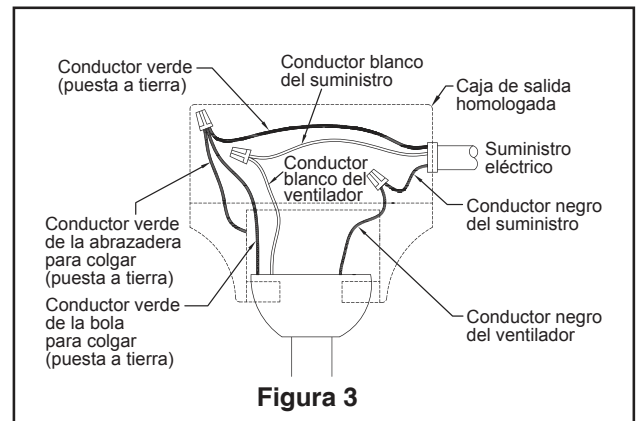

Figura 3
Uso del soporte (Figura 3)
3. Afloje los dos tornillos de fijación del soporte del barral. Introduzca los cables de color negro y blanco de soporte para techo a través de la varilla. (Figura 3)
1. Fije bien la abrazadera para colgar a la caja de salida (no se incluye) con los tornillos y las arandelas provistas con la caja de salida. (Figura 3)
2. Una vez realizadas las conexiones, gire los conductores hacia arriba y, con cuidado, colóquelos dentro de la caja de salida; con los conductores blancos y verdes hacia un lado y los conductores negros hacia el otro. (Figura 3)
- 3.** Para que el ventilador sea funcional, instale las pilas (incluidas) de 23A/12V en el transmisor del mando a distancia. Mientras el ventilador esté apagado. A continuación, siga el proceso de fijación remota de código. Si no se utiliza el ventilador durante un largo periodo de tiempo, extraiga la batería para evitar cualquier daño al transmisor. Almacene el mando a distancia en un lugar alejado del calor o la humedad excesiva. (Figura 3)